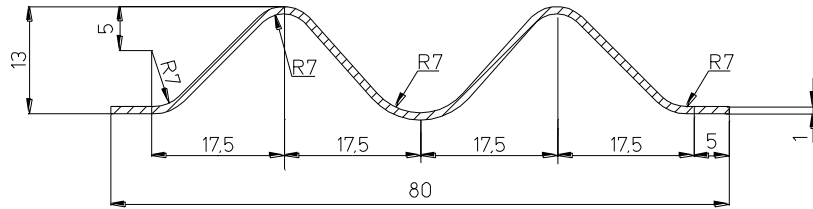

Рис.3. Область рішення задачі
7. Визначити спектр власних частот листа жалюзійного сепаратора. Лист знаходиться в умовах $t = \text{const}$. Тиск прикладений до зовнішньої і внутрішньої поверхні листа становить відповідно 0.1 і 1 МПа. Довжина листа становить 300 мм (рис. 3).